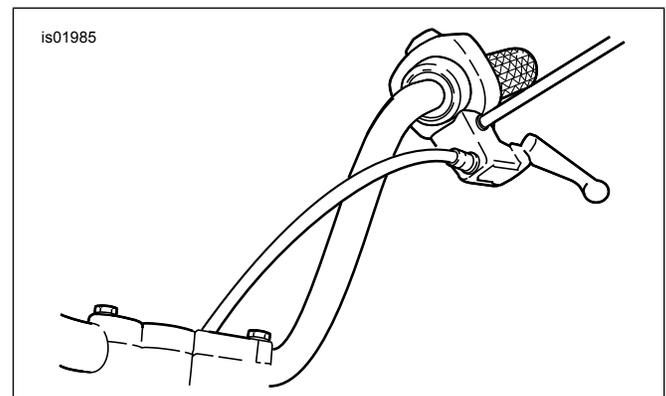

Figura 1. Nova orientação do cabo da embreagem
- d. Veja Figura 1. Passe novamente o cabo da embreagem para dentro do guidom e reconecte o cabo da embreagem na alavanca da embreagem.